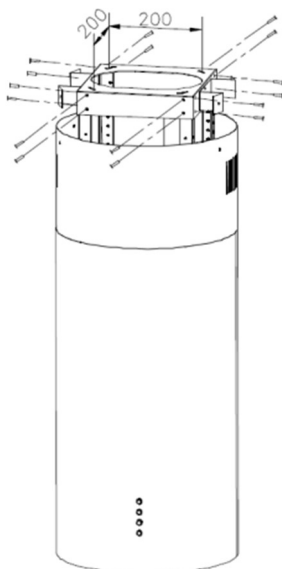

Рис.5
7. Прикрепите регулировочные планки к подвесному брусу, используя винты М4\*8 (16 шт.). Подключите провод к сети электропитания, при необходимости проведите вытяжную трубу в вентиляцию (Рис.5).